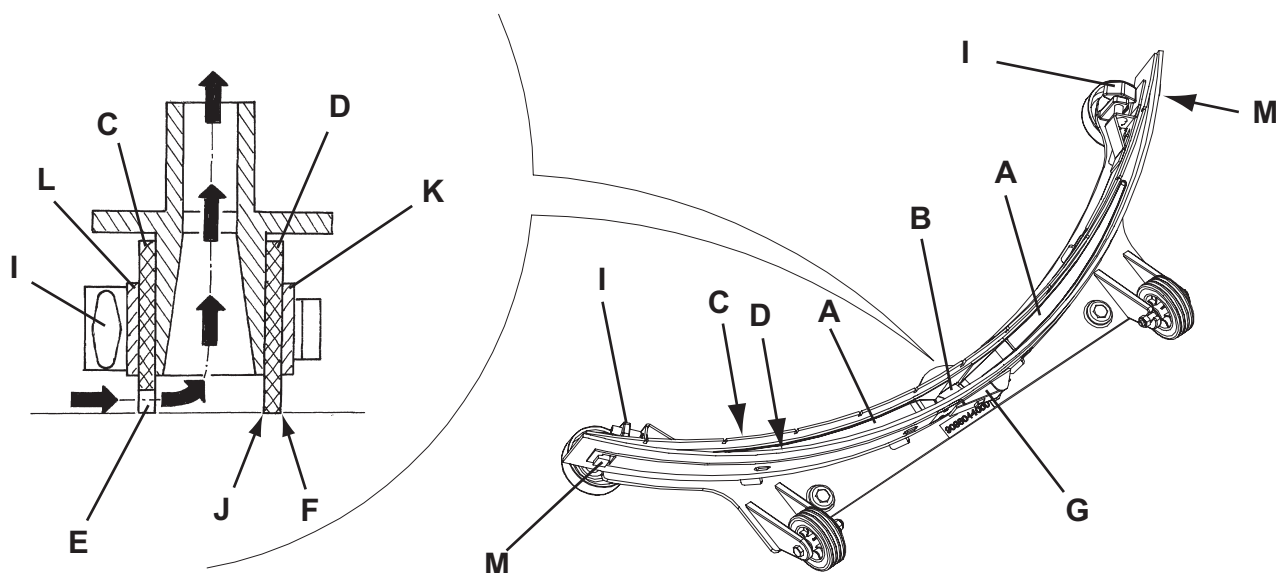

Рис. 6
3. Опустите швабру (21) с помощью рычага (7).
4. Ослабьте маховики (22) и снимите швабру (21).
5. Отсоедините вакуумный шланг (10) от швабры.
6. Вымойте и очистите швабру (Рис. 6). В частности, очистите отсеки (А) и отверстие (В) от грязи и мусора. Проверьте передний скребок (С) и задний скребок (D) на предмет их целостности, отсутствия порезов и разрывов; в случае необходимости замените их (см. порядок действий в следующем разделе).
1. Очистите швабру (рис. 6) как описано в предыдущем абзаце.
2. Убедитесь, что кромка (Е) переднего скребка (С) и кромка (F) заднего скребка (D) установлены на одном и том же уровне по всей длине; в противном случае отрегулируйте их высоту следующим образом:
- Освободите соединительную тягу (G) и освободите фиксаторы (M) и отрегулируйте задний скребок (D); затем зацепите фиксаторы и зацепите соединительную тягу.
- Ослабьте маховики (I) и отрегулируйте передний скребок (С); затем затяните маховики.
3. Проверьте передний (С) и задний скребки (D) на целостность, наличие порезов и разрывов; если необходимо замените их, как показано ниже. Проверьте, не изношен ли передний угол (J) заднего скребка; в противном случае переверните скребок, чтобы поменять местами изношенный угол с целым. Если и другие углы изношены, замените скребок в следующем порядке:
- Освободите соединительную тягу (G), отцепите фиксатор (M) и снимите стопорную планку (K), затем замените/ переверните задний скребок (D).
- Отвинтите маховики (I) и снимите стопорную планку (L), затем замените передний скребок (С).